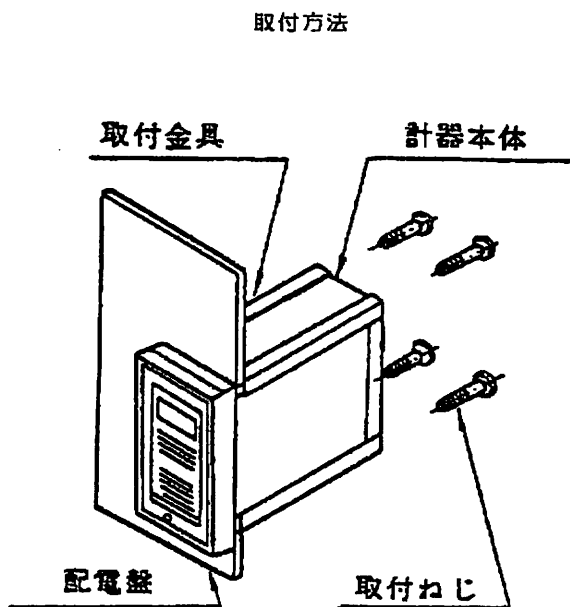
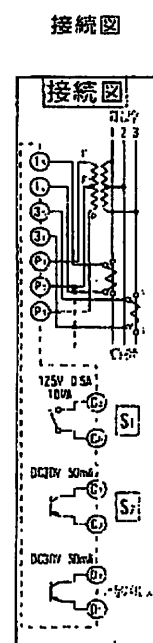

図3
図4
（図3取付方法参照）
- (1) 接続は、計器後部の端子ラベル、図4の接続図を参照して正しく確実に行ってください。
- (2) 発信パルス信号線（CA, CB 端子および C1, C2 端子。以下信号線と記します。）と電源線（P1、P2、P3、1S、1L、3S、3Lの各端子）とは、ノイズによる悪影響を避けるため分離して配線してください。
(2) 取付方法 (図3) および接続図 (図4)